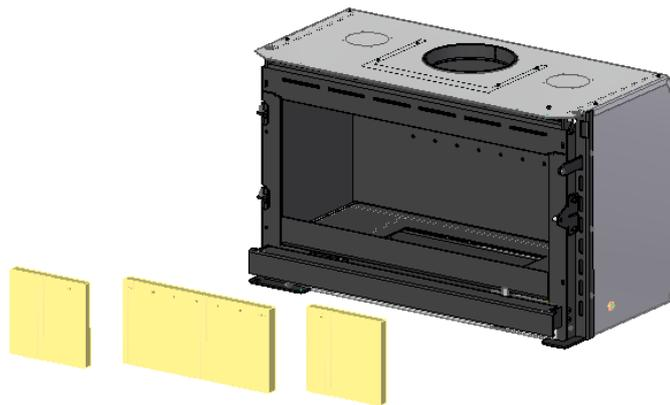

Figure 42 – Démontage des parties arrière de la vermiculite de l'équipement
3. Retirez les 3 pièces de l'arrière en les déplaçant vers l'avant de l'appareil et l'arrière vers l'extérieur de l'appareil, Figure 42.